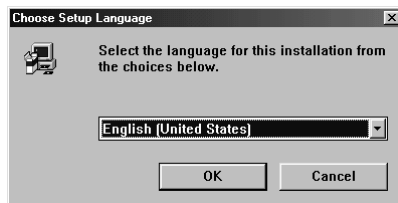

Figure 31 : installation de PhotoExpress 2.0
2. Le CD-ROM démarre automatiquement. La Figure 31 est affichée à l'écran. Passez au point 5. Si le CD-ROM ne démarre pas automatiquement, lancez-le alors manuellement.
4. Introduisez dans la ligne de commande : [D:\SETUP.EXE] et cliquez sur 'OK' pour lancer le programme. La Figure 31 est affichée.
5. Sélectionnez la langue que vous souhaitez utiliser pendant l'installation d'Ulead Photo Express 2.0 et cliquez sur 'OK'. (Figure 31). La fenêtre de bienvenue est affichée.